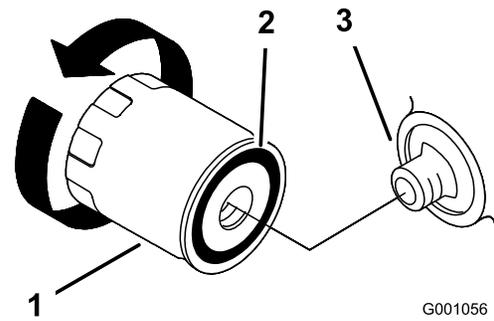
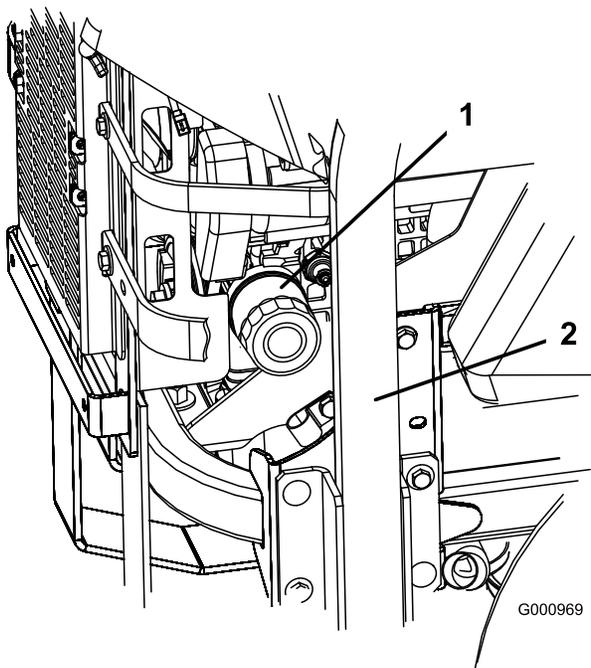

Figura 42
Figura 41
2. Gire el filtro en el sentido contrario a las agujas del reloj para retirarlo (Figura 41 y Figura 42).